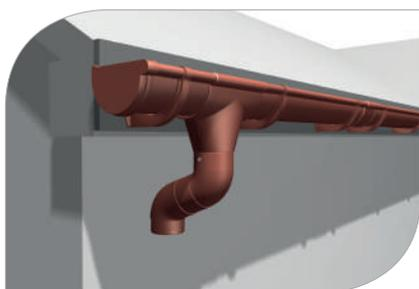

рис. 19
- 4.1 В случае крыши с навесом воронку необходимо соединить с водосточной трубой с помощью двух колен и подрезанной по размеру трубы (**рис. 19**)